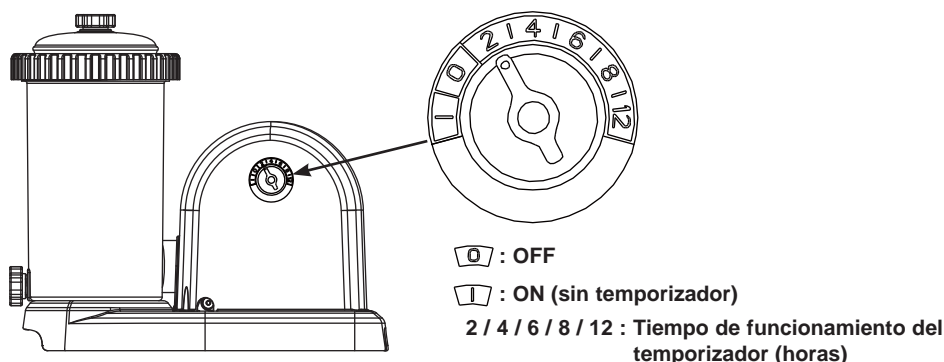

Figura 10
4. Con el agua fluyendo hacia la unidad, la presión del agua permitirá que se libere el aire que queda dentro de la válvula de liberación de aire (2). Cuando todo el aire se haya liberado el agua fluirá a través de la válvula (2). Cuando esta ocurra, apriete suavemente las válvulas con la mano en el sentido de las manecillas del reloj.
- A. Enchufe el cable en la toma de corriente eléctrica y configure el botón del temporizador al número deseado de horas de funcionamiento. **Vea Figura. 10.** Vea la sección "Tabla Tiempo de funcionamiento" para las horas de funcionamiento necesarios relacionados con cada tamaño de la piscina.